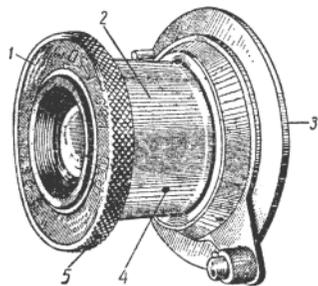
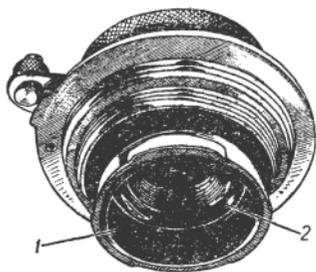
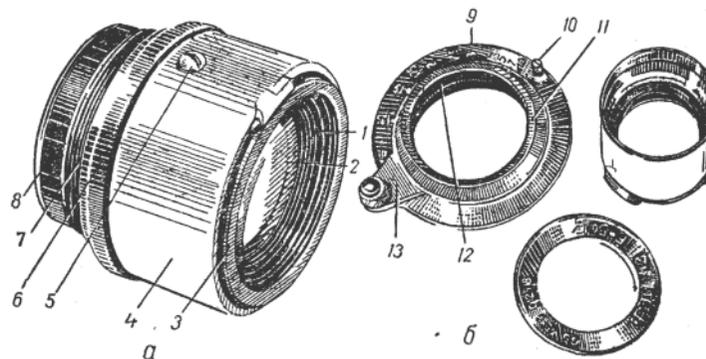

Рис. 147. Объектив «Индустар-10».
Рис. 148. Оправа объектива.
Рис. 150. Объектив «Индустар-10» в разобранном виде: а — блок объектива; б — наружная оправа.
На фотоаппарате ФЭД установлен объектив «Индустар-10» (рис. 147, 148), который представляет собой четырехлинзовый полусклеенный анастигмат. До 1952 г.
Оправа состоит из наружного кольца 1, тубуса 2, червяка (ходовой резьбы) 3. В разобранном виде объектив изображен на рис. 150, а, б.
Блок объектива состоит из передней линзы 2 (рис. 150,а), которая установлена в гнезде оправы второй линзы и укреплена ободком 1\1 оправы 3 с укрепленной неподвижно (завальцованной) второй линзой; поводка диафрагмы 4, связанного двумя винтами 5 с коронкой диафрагмы, помещенной внутри блока между второй и третьей линзами; основания блока 5; оправы 5с установленными неподвижно (завальцованными) склеенными третьей и четвертой линзами.
Разборка объектива. Прежде чем приступить к разборке и ремонту объектива, рекомендуется прочесть главу «Фотографический объектив». Разбирают объектив «Индустар-10» в следующем порядке: вынимают кольцо 1 (рис. 148); отвинчивают крепежную гайку 2\ вывинчивают винт 4 (рис. 147);
Блок объектива разбирают так (рис. 150,а). Ключом отвинчивают ободок передней линзы 1 (если при этом отвинтится оправа с линзами, ее вывинчивают, а затем от-
Если разбирают червяк оправы, нужно вывинтить винт 10 (рис. 150,б). Для правильной сборки червяка (чтобы попасть в нужный заход резьбы) следует верхнюю часть червячной оправы 11 установить так, чтобы рукоятка 13 находилась под углом 90° по отношению к замочному выступу нижней части червяка 9 и начать ее завинчивать.
Юстировка объектива производится в тех исключительных случаях, когда нужно изменить рабочее расстояние объектива. Для этого на блоке объектива «Индустар-10» установлены котировочные кольца 7 (рис. 150,а). В объективах первых выпусков рабочее расстояние было не стандартным (в пределах 28,3—28,5 мм) и юстировочные кольца в основном не устанавливались.
Сетка появляется в результате конденсации влаги при длительном нагревании объектива в увеличителе или резком изменении окружающей температуры, например, после съемки на холоде. Чтобы ее устранить, нужно вынуть светозащитное кольцо / (рис. 148) и отвинтить оправу 8 с линзами (рис. 150,а). Сетку удаляют, как при обычной чистке объектива (см. стр. 35), после чего оправу 8 завинчивают на место.
5. Тубус объектива слишком свободно передвигается в оправе. Внутри оправы 11 (рис. 150,б) находится сальник 12 (прокладка из кожи). Для устранения неисправности нужно разобрать объектив и под сальник приклеить тонкую бумажную полоску. Тубус при установке нужно немного вращать.
отвинчивать наружное кольцо (рис. 147), для этого достаточно отвинтить крепежную гайку 2 (рис. 148) и винт 4 (рис. 147).